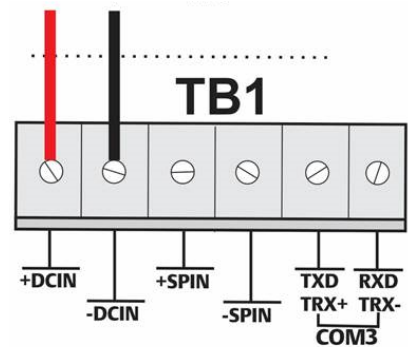

图 8. 接线至直流电源
- 将每条裸露的线头插入适当的连接器，并固定电线（请参阅图 8）。